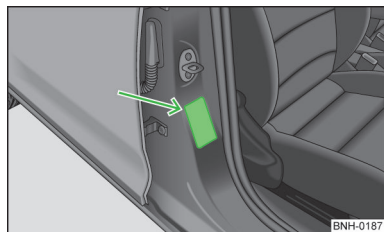

Fig. 13
- En el montante B del lado del acompañante » fig. 13. El adhesivo es visible al abrir la puerta del acompañante.